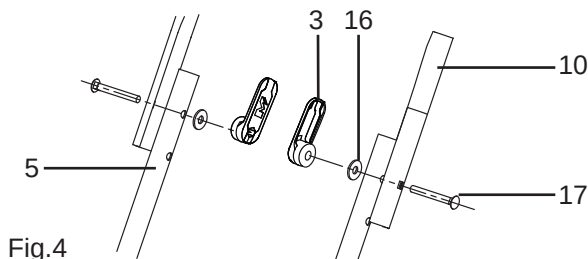

Fig.4
- > Fixez le guidon (10) sur la base (5) avec les kits de montage (17), les boutons de verrouillage (3) et les rondelles (16), qui servent à amortir les vibrations (Fig.4). Le guidon peut se régler à deux hauteurs différentes pour plus de confort d'utilisation.